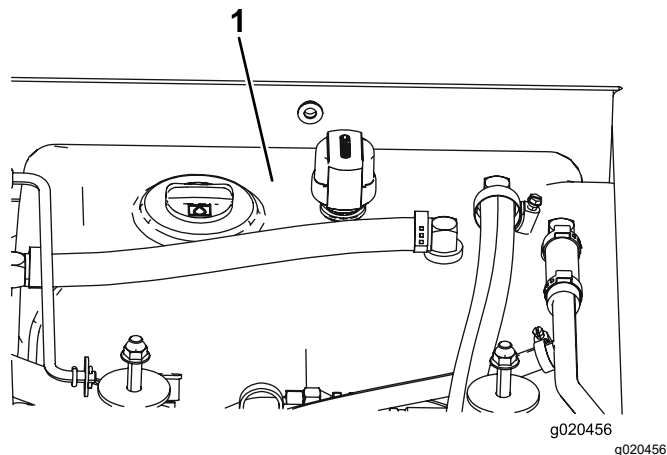

Figure 79
4. Remplissez le réservoir (Figure 79) de liquide hydraulique; voir Contrôle du niveau de liquide hydraulique (page 70).